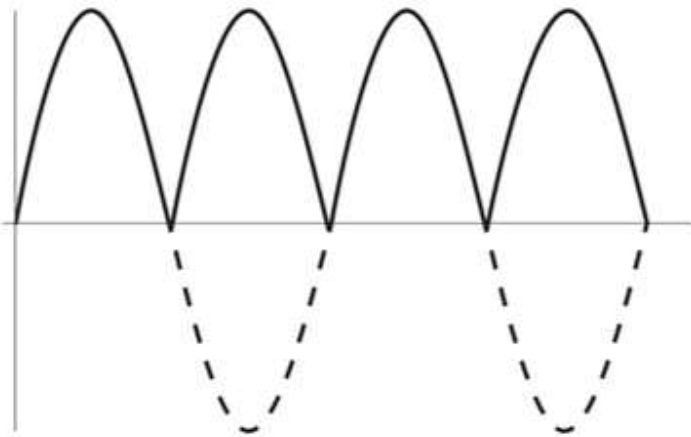

Figura 2: il valore quadratico di ogni singola parte della forma d'onda farà sì che le porzioni negative diventino positive.
- Calcolare il valore quadratico di ogni singola tensione costante. Il valore quadratico di ogni singola tensione converte tutte le tensioni, indipendentemente dal fatto che siano originariamente positive o negative, in valori positivi. Vedere Figura 2.